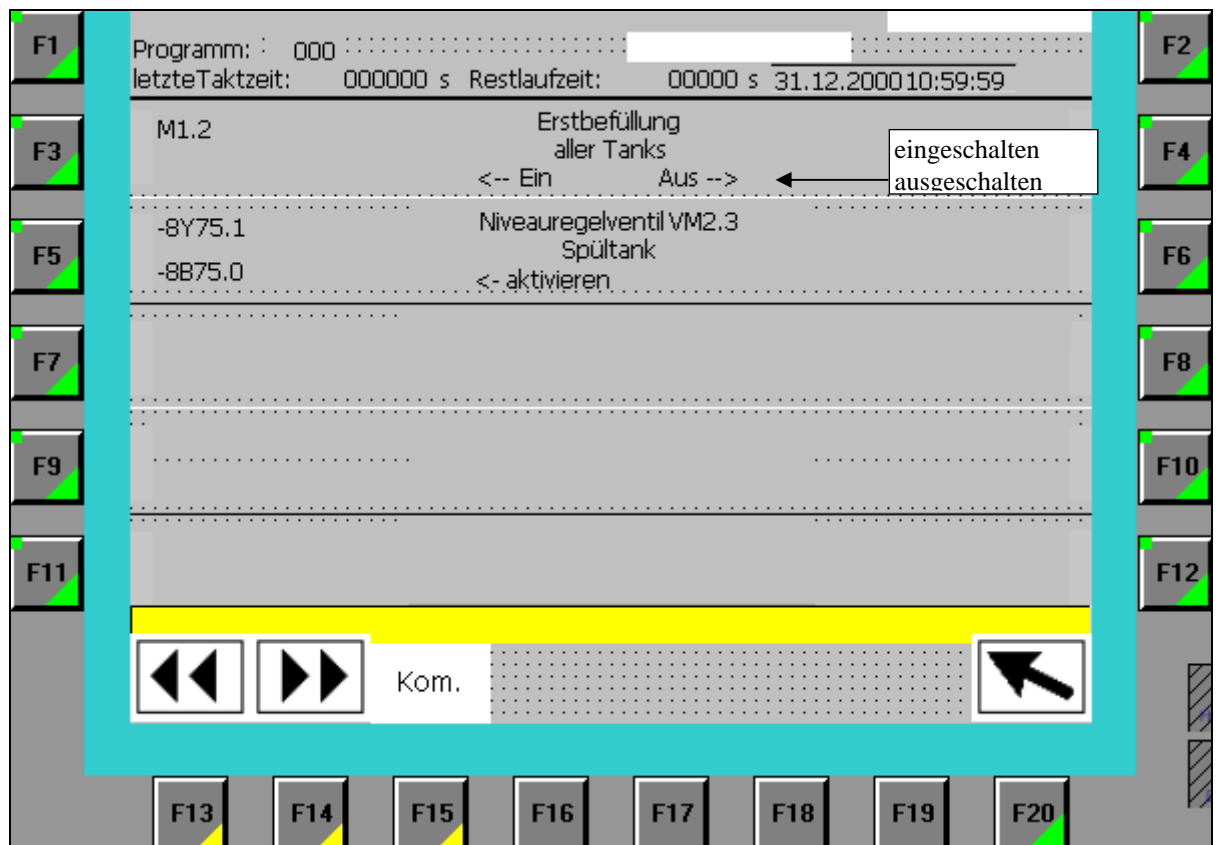

Bild 11.0
- Mit den Funktionstasten **F13/F14** oder über die Bildanwahlleiste auf das gewünschte Bild gehen, siehe Bild 11.0.